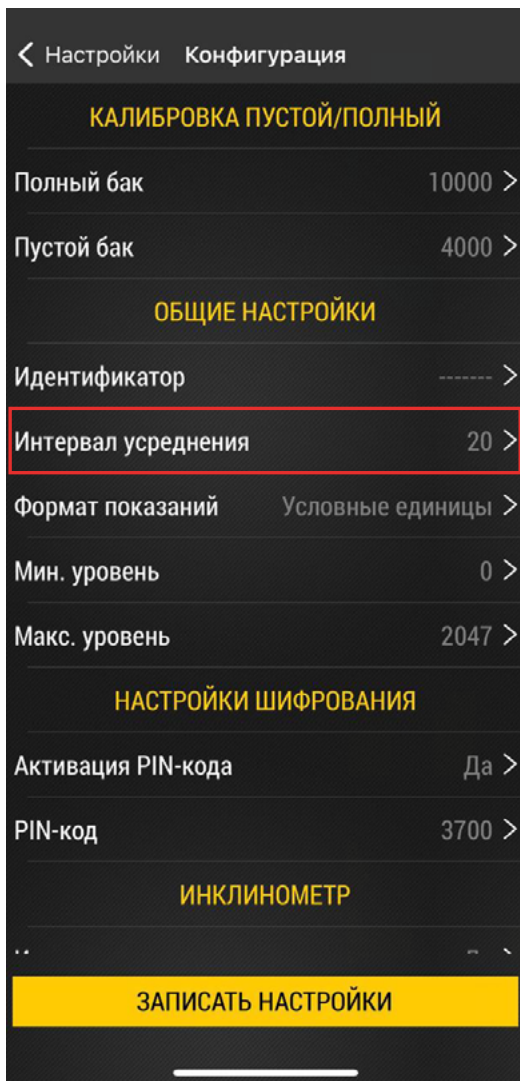

Рис.19. Меню «Конфигурация».
- В меню «Конфигурация» выберите «Интервал усреднения» (**Рис.19**). Откроется меню задания усреднения.